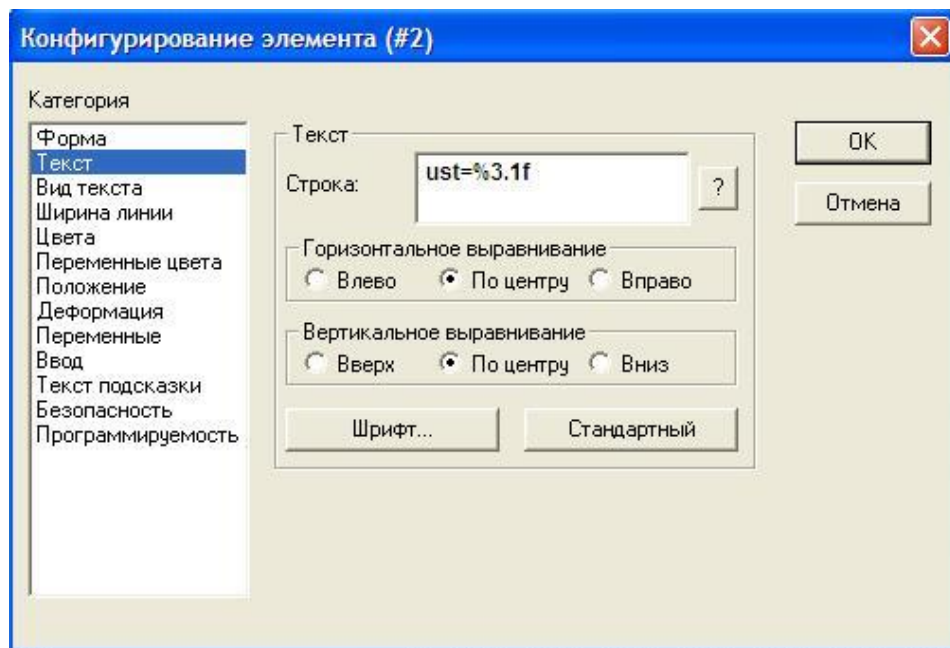

Рисунок 6.14
- В поле 'Рядок' (Content) категорії 'Текст' (Text) введіть "ust=%3.1f". (рис. 6.14):